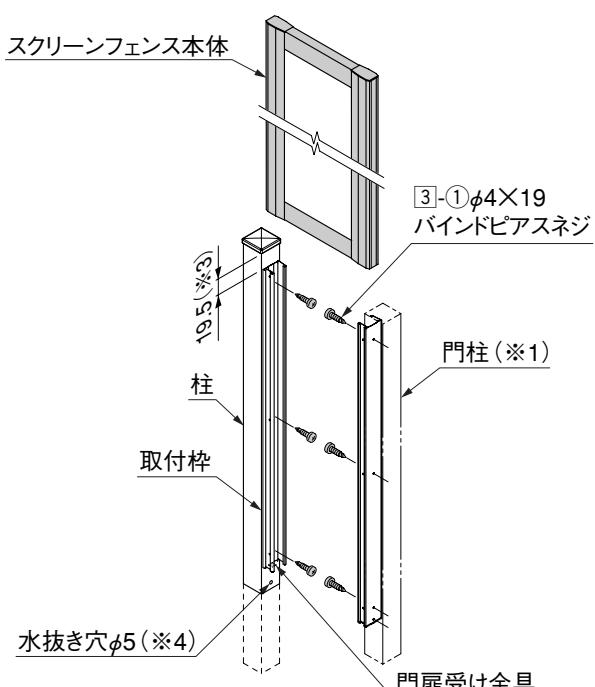

図2-2
- ③ 取付枠を、高さ、奥行き方向の寸法を合わせ、③-①で門柱に取付けてください。(図2-2参照)
- ④ スクリーンフェンス本体を取り付枠上部から差込み、門扉受け金具までスライドしてください。(図2-2参照)